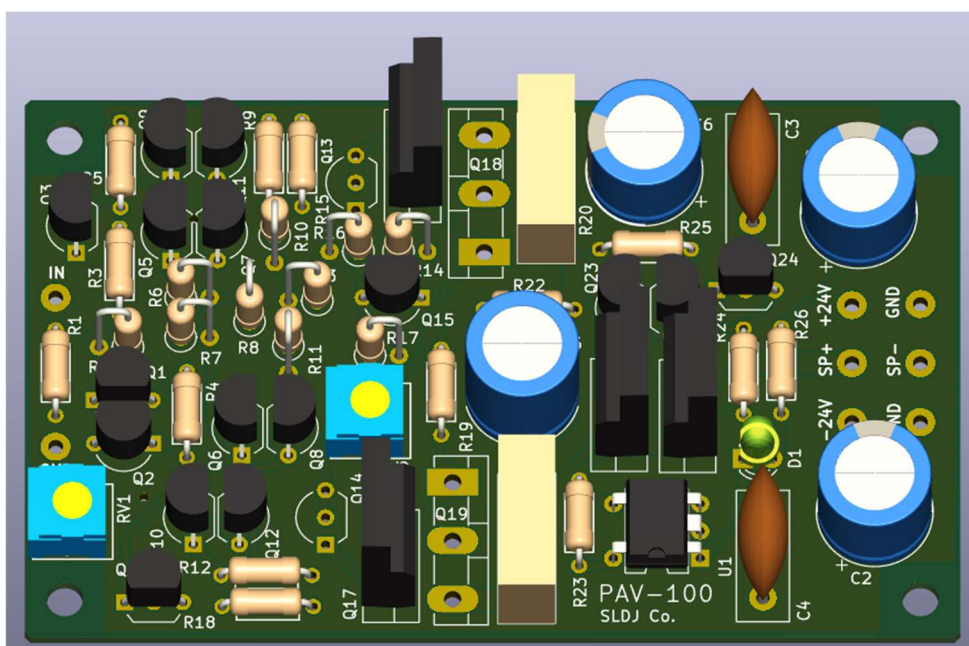

図 1. 部品実装完成
- ① R6、R7 にジャンパ線（抵抗の足などで可）を実装し、はんだ付けします。
- ② R20、R21 (0.22Ω) 以外の抵抗を実装し、はんだ付けします (R23 は未実装)。
- ③ LED (D1) を実装し、はんだ付けします (極性注意)。
- ④ U1 (TLP591B) を実装し、はんだ付けします。
- ⑤ 半固定抵抗 RV1、RV2 を実装し、はんだ付けします。
- ⑥ Q13、Q14 (ヒートシンクに熱結合) 以外の小型トランジスタを実装し、はんだ付けします。
- ⑦ フィルムコンデンサ C3、C4 を実装し、はんだ付けします。
- ⑧ 電解コンデンサおよび OS コンデンサ C1、C2、C5、C6 を実装し、はんだ付けします。
- ⑨ トランジスタ Q16、Q17 および MOSFET Q20、Q22 を実装し、はんだ付けします (極性注意)。
- ⑩ R20、R21 を実装し、はんだ付けします。このとき、**R20、R21 は基板から 5mm ほど浮かせて**つけておくと、後の調整作業がやりやすくなります。
- ⑪ すべての部品が実装されると、図 1 のようになります。